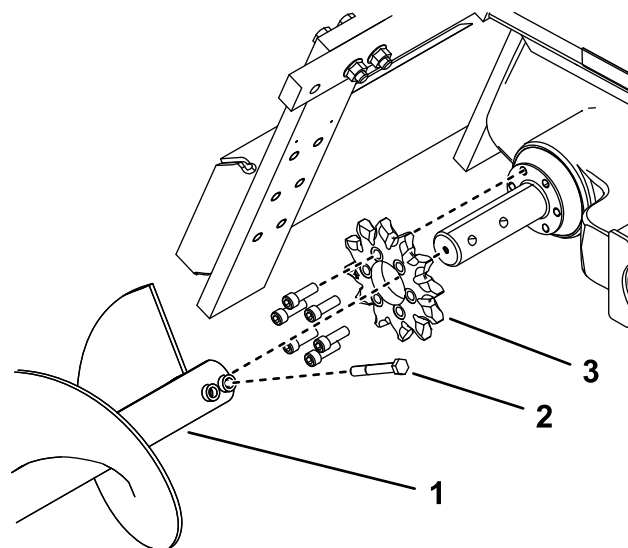

Figura 16
4. Demontai melcul pentru material excavat (Figura 16).
9. Îndepărtați cele 6 uruburi care fixează pinionul de antrenare (Figura 16).
10. Îndepărtați și eliminați pinionul de antrenare (Figura 16).
12. Glisați noul pinion pe arbore așa cum este ilustrat în (Figura 16).
13. Strângeți bine cele 6 uruburi pe axul pinionului (Figura 16).